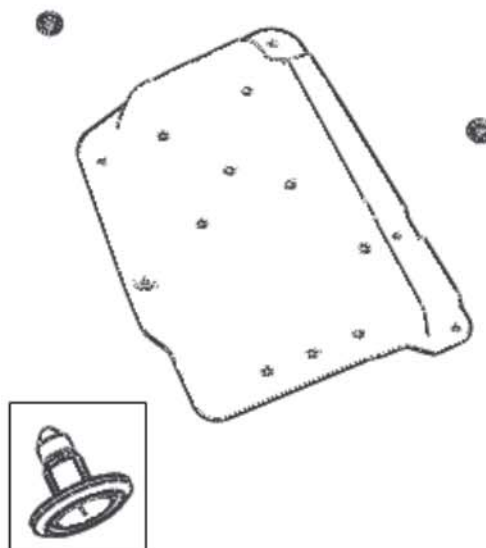

图 2-19
(2) 用一字螺丝刀，拆除油管防护板与车身连接的 2 个子母扣，取下油管防护板，即完成了油管防护板的拆卸工作，如图 2-19 所示；